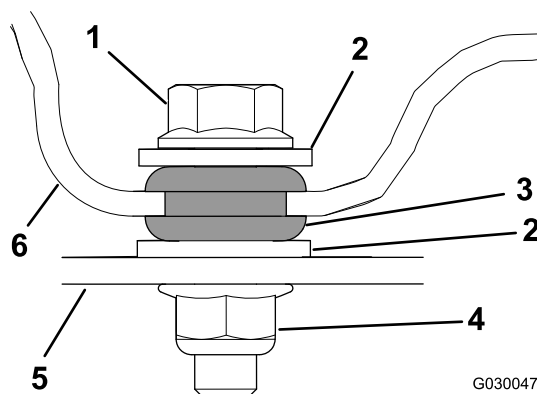

图6
- 凸缘头螺栓 (4)
- 垫圈 (8)
- 凸缘螺母 (4)
- 用 4 个凸缘头螺栓、8 个垫圈和 4 个凸缘螺母固定顶篷（图6）。